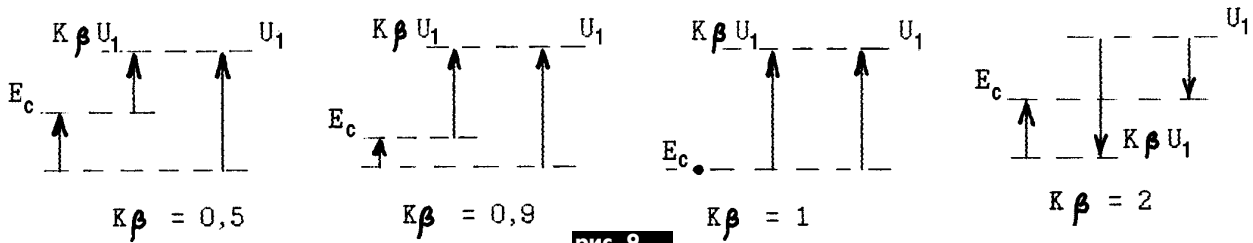

рис. 9
Если в выражениях (7)–(9) величина $K\beta > 0$, то ОС является положительной (ПОС). В этом случае при $0 < K\beta < 1$ напряжения U_1 и U_2 растут по сравнению с $\beta = 0$ и при $K\beta = 1$ формально обращаются в бесконечность даже при близких к нулю значениях входного сигнала E_c . Реальная система не может обеспечить бесконечных значений, всегда наступает ограничение на каком-то уровне, что означает переход в режим генерации. Векторная диаграмма для этого случая показана на рис.9.